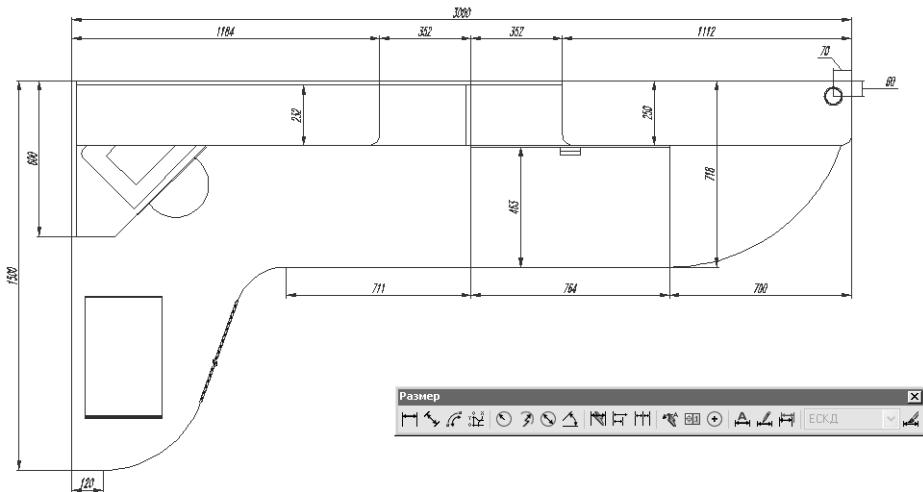

Рис. 11.22 ▼ Выбор первой линии углового размера
- В ответ на предложение AutoCAD выбрать объект, для которого нужно показать угловой размер, щелкните на линии, соединяющей два сопряжения в угловой части рабочей зоны (рис. 11.22).